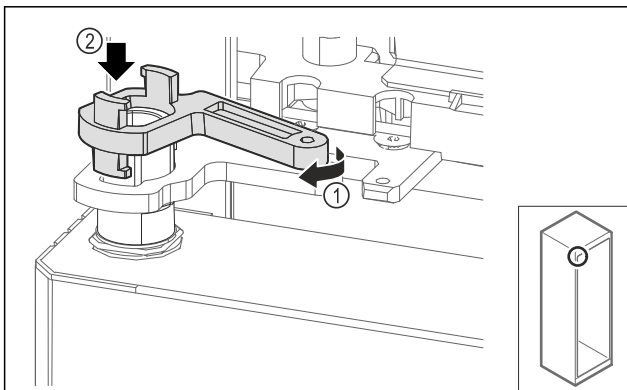

Fig. 65
- Tourner légèrement le verrouillage du support de palier Fig. 65 (1) et le poser sur la douille Fig. 65 (2).